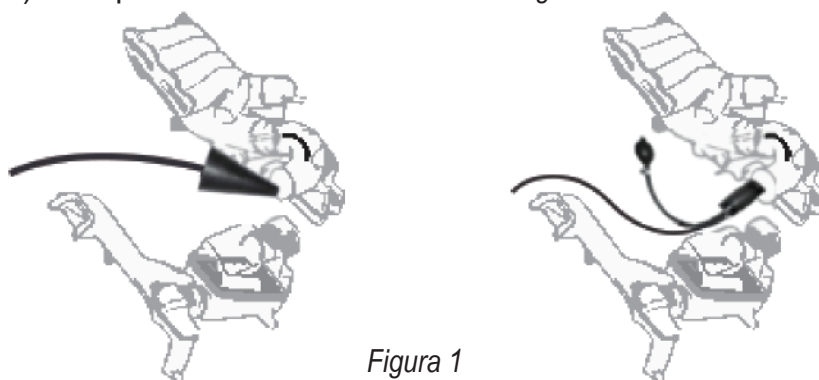

Figura 1
- d. Inserire il cono dell'adattatore di ingresso (o adattatore di ingresso universale) nell'apertura come mostrato nella *figura 1*.
- h. Se c'è una perdita nel sistema, accendere la modalità fumo e il dispositivo inizierà a produrre fumo.sale) nell'apertura come mostrato nella *figura 1*.